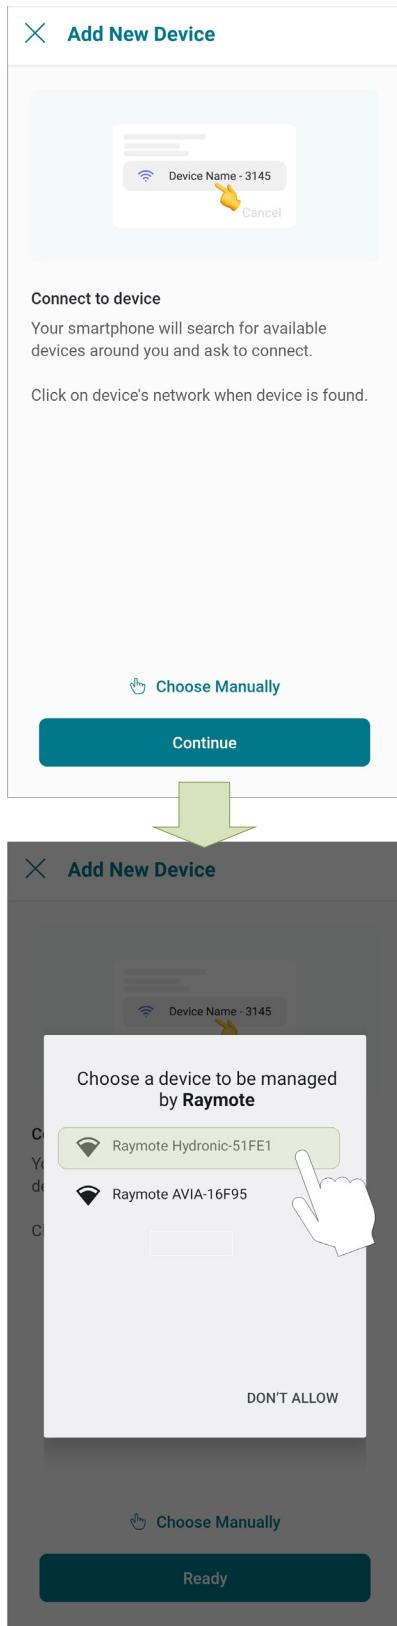

Figure 83. Connecter un téléphone Android
- 3. Sous Android:** selon l'état de votre configuration actuelle, un ou plusieurs appareils s'affichent sur l'écran de l'appli. Sélectionnez le réseau sans fil auquel vous souhaitez l'associer, comme illustré à la **Figure 83**.